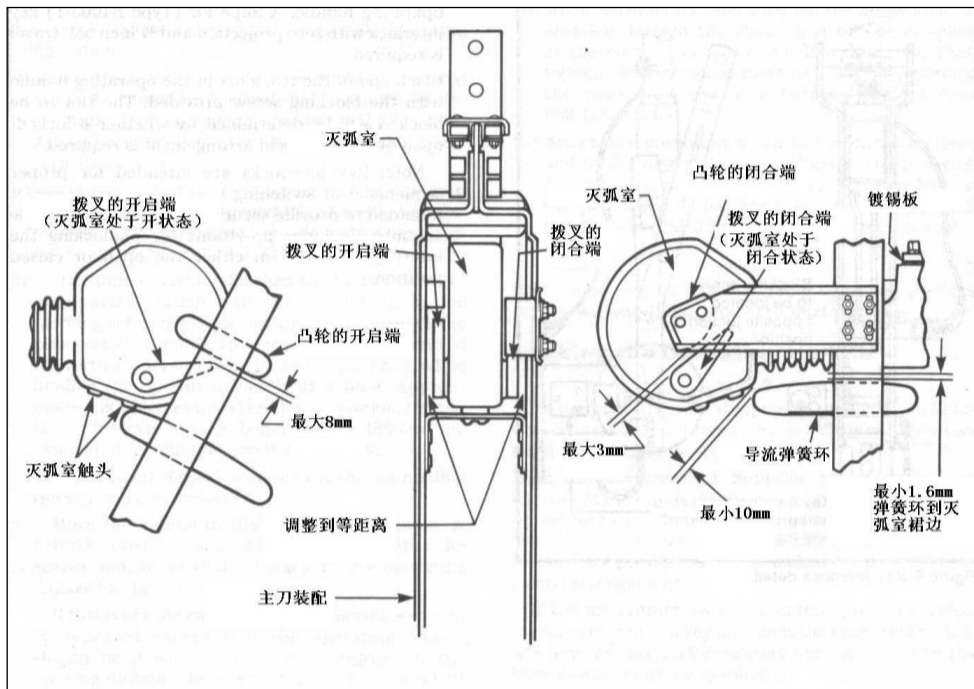

图 9 操作检查点
- ◆ 灭弧室必须与主刀转动平面平行，且主刀应穿过灭弧室，主刀的两内侧与灭弧室两外侧差不多等距离，见图 9。
- ◆ 当主刀移向合闸方向时，主刀上凸轮的开启端与拨叉的开启端之间的间距必须符合图 9 的要求。
- ◆ 在完全闭合位置，主刀上凸轮的闭合端与拨叉的闭合端之间的间距符合图 9 的要求。同时，导流弹簧环与灭弧室外壳之间的间距符合图 9 的要求。